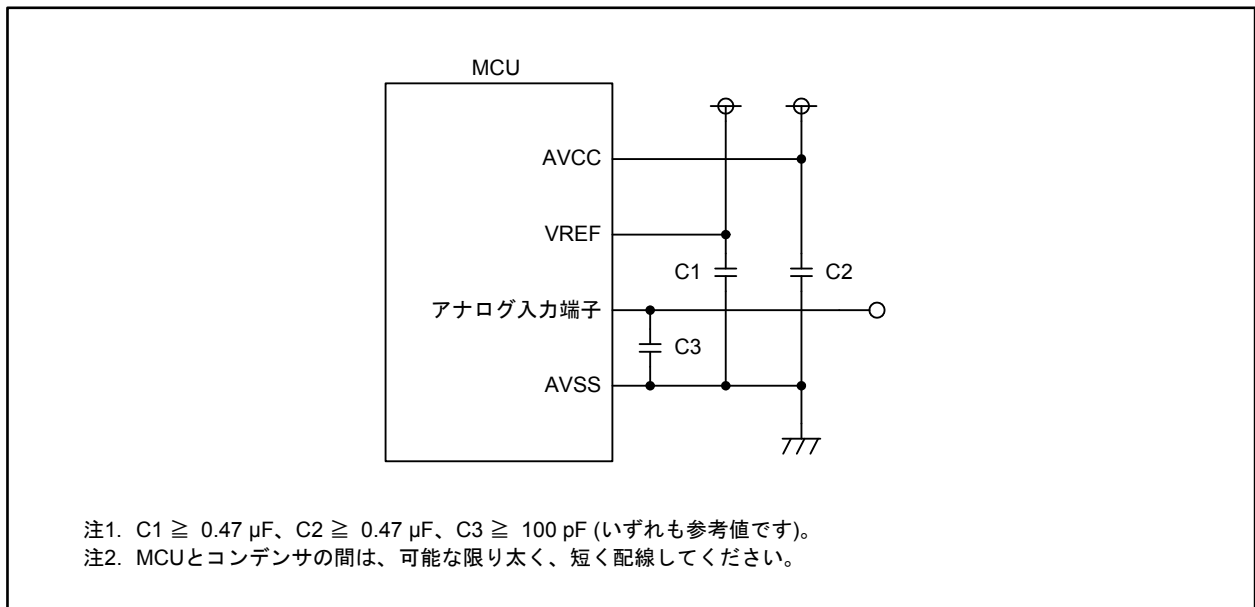

図 19.11 A/D関連端子の処理例
- ノイズによる誤動作やラッチアップの防止、または変換誤差の低減のため、AVCC端子、VREF端子、アナログ入力端子(AN_0~AN_7, AN0_0~AN0_7, AN2_0~AN2_7, AN15_0~AN15_7)とAVSS端子の間にそれぞれコンデンサを挿入してください。図 19.11に端子の処理例を示します。